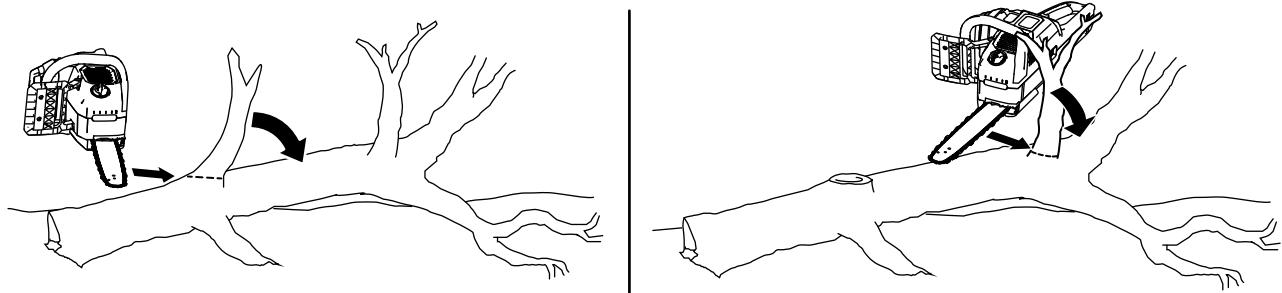

Figura 17
2. Muovendovi dalla base dell'albero verso l'alto, tagliate i rami più piccoli dall'albero che non sostengono il suo peso dal terreno (Figura 17).